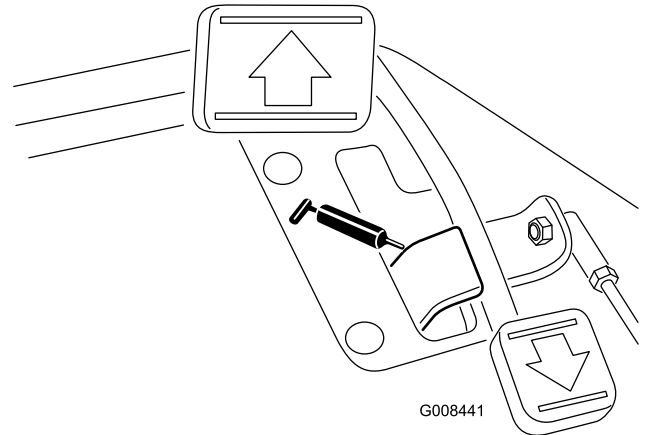

Bild 43
- Fahrpedal-Drehlager (1) (Bild 43)